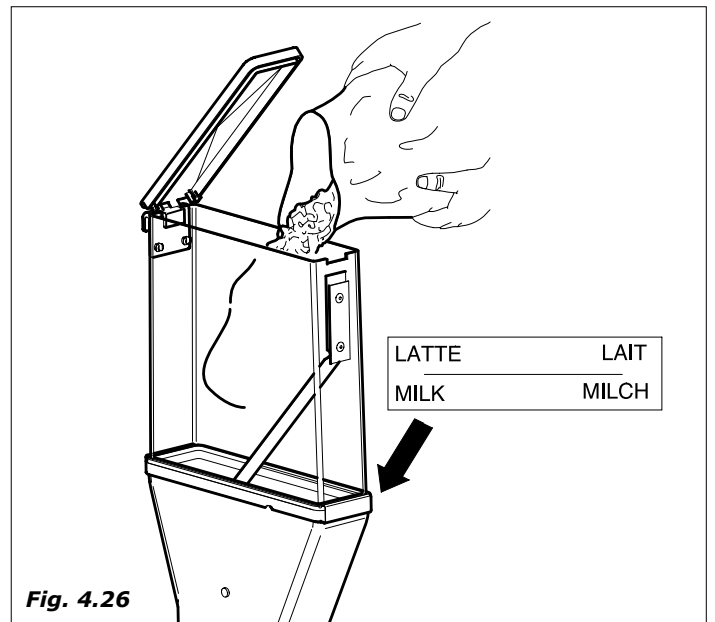

Fig. 4.26
- Quitar la tapa de todos los contenedores y colocar el producto adecuado según muestra el rótulo (Fig. 4.26)